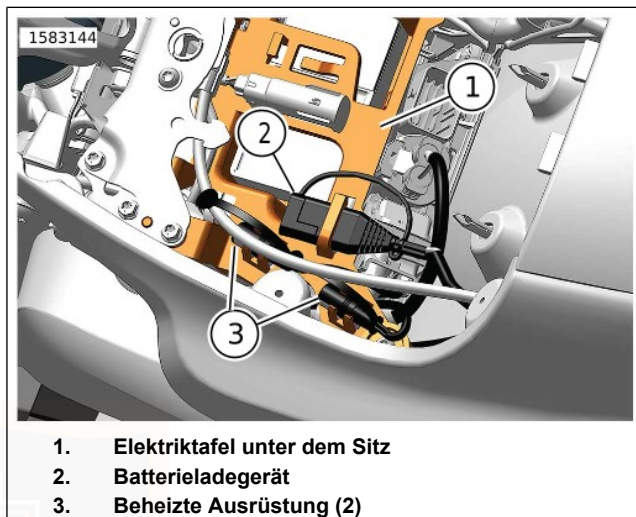
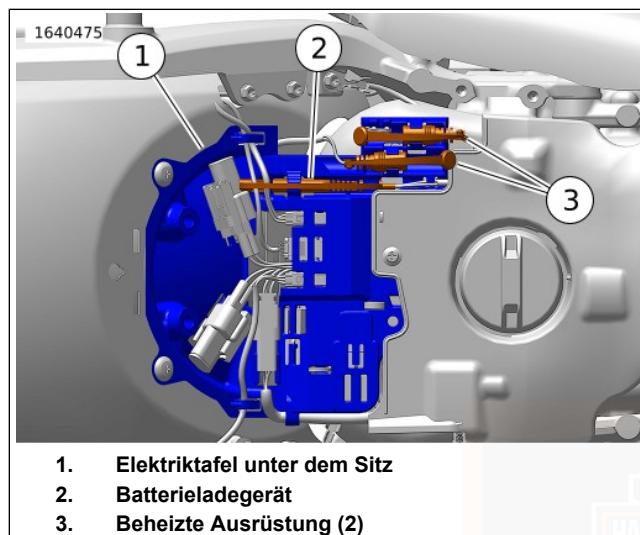

Abbildung 76. Unter dem Sitz (oben montierter Kraftstofftank)
Abbildung 77. Unter dem Sitz (Kraftstofftank unter dem Sitz)
Siehe Abbildung 76 oder Abbildung 77 . Durch die Wartung der Batterie zwischen Fahrten oder bei längerer Lagerung kann die Batterieladung erhalten und die Lebensdauer der Batterie verlängert werden. Den Batterieladegerät-Steckverbinder (2) während der Lagerung oder wenn die Batteriespannung unter den vorgegebenen Wert fällt, mit einem Batterieladegerät verbinden. Siehe WARTUNGSVERFAHREN > WARTUNG DER BATTERIE (Seite 192) .